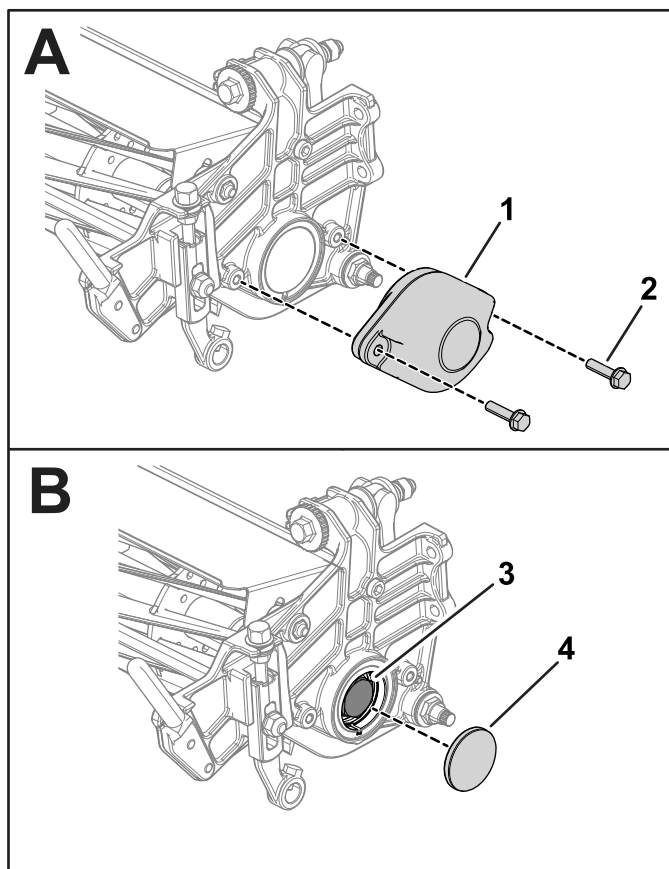

図 3
3. 刈高アームから刈高調整ねじとローラ取り付けねじを取り外す 図 3。
4. カウンタウェイトをカッティングユニットのサイドプレートに固定しているボルト5/16" x 2¼"2本をナット2個サイドプレートに固着から外す。カウンタウェイトを取り外す 図 3。
6. キャップを外してベアリングナットを露出させる 図 3。
7. リールのシャフトからベアリングナットを外す 図 3。